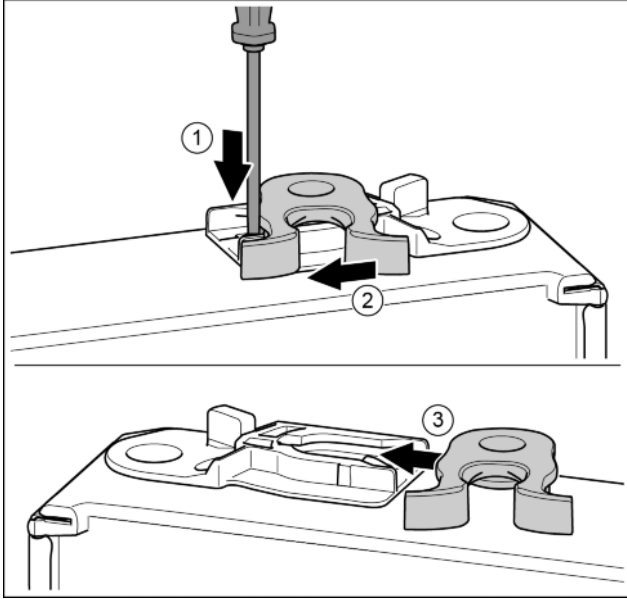

Fig. 13
- Kulağı düz tornavidayla aşağıya bastırın. *Fig. 13 (1)*
- Kapatma kancasını kılavuzdan çekin. *Fig. 13 (2)*
- Diğer taraftaki kapatma kancasını kılavuza sürün. *Fig. 13 (3)*